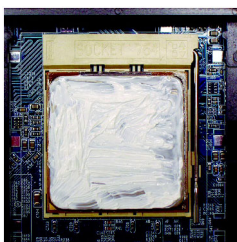

図 3:
- ステップ 1-2: プロセッサをソケットにインストールする際、ヒートシンクのインストールに先だってプロセッサにサーマルペーストを(図 3 参照)塗布してください。相変化材料ではヒートシンクとプロセッサ間に強力な接着作用を生じます。**この状態でヒートシンクを外すと、ソケットレバーをロック解除位置にしないままプロセッサも共に外れ、プロセッサのピンやソケット接点部に損傷を与えてしまいます。**